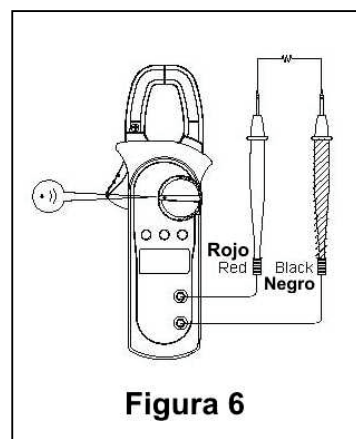

Figura 6
D. Prueba de Continuidad (ver figura 6).